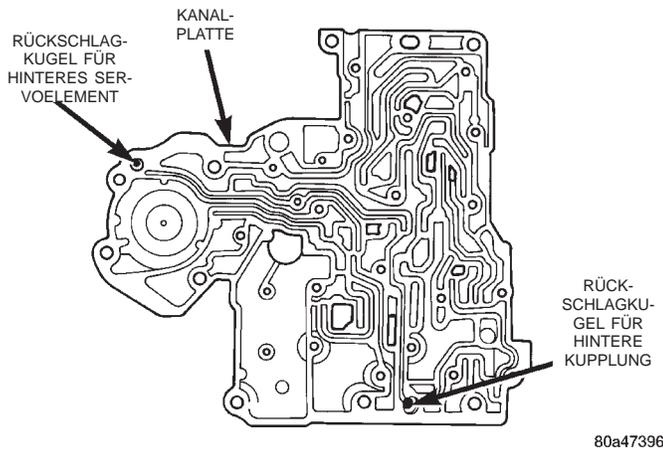

Abb. 56 Rückschlagkugeln für hinteres Servoelement und hintere Kupplung
(22) Rückschlagkugeln für hintere Kupplung und hinteres Servoelement in die richtigen Hohlräume der Kanalplatte einsetzen (Abb. 56).